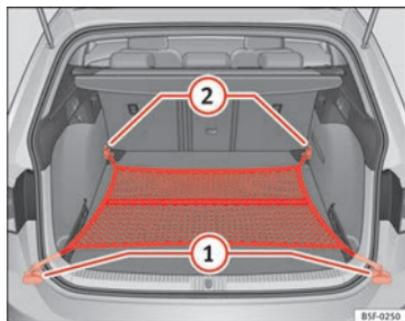

Fig. 108 Dans le coffre à bagages : sac pour filet accroché au niveau du plancher (modèle LEON ST).
- Selon le cas, relevez les œillets d'amarrage avant ⇒ fig. 108 ②.
- Fixez les crochets du filet aux œillets d'amarrage ② ⇒ ⚠. La fermeture à glissière du sac doit rester vers le haut.
- Fixez les crochets du filet aux œillets d'amarrage ①.